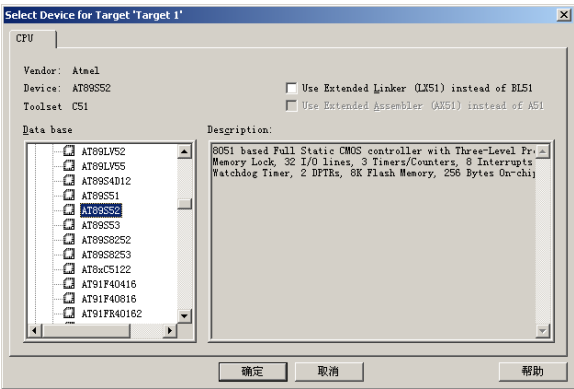

图 32-3 选择单片机 AT89S52
- (1) 首先打开 μ Vision3，在 μ Vision3 中，选择“Project”→“New”→“ μ Vision Project”命令，新建一个工程，并保存。
- (2) 在弹出的选择器件对话框中选择 Atmel 公司的 AT89S52，如图 32-3 所示。